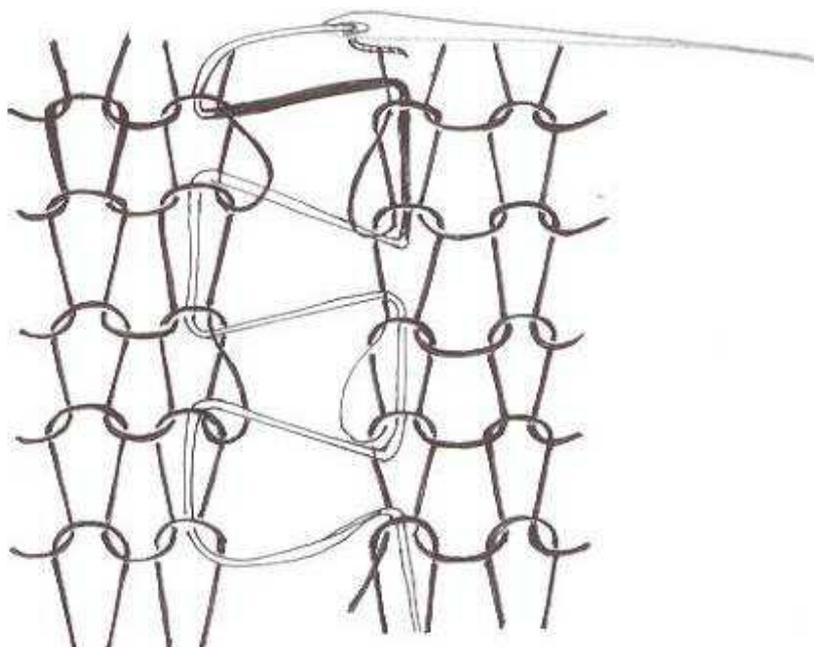

Рис. 3 Соединение деталей по петельному столбику
1. *Соединение деталей по петельному столбику.* При соединении деталей по петельному столбику швейной иглой (рис. 3), иглу продевают в нижнюю петлю крайнего петельного столбика одной детали с лицевой стороны на изнаночную, а затем возвращают на лицевую через следующую петлю этого же столбика. После этого иглу продевают в нижнюю петлю крайнего петельного столбика 2-ой детали с лицевой стороны на изнаночную.